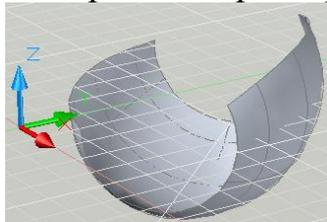

Рис. 11.19 Обертання дуги на кут  $210^\circ$
**11 Команда Вращать**  дозволяє створювати модель обертанням фігури навколо вісі (рис.11.19). Спочатку креслять двумірну фігуру ( у нас це буде дуга), далі активізують команду **Вращать** і обирають необхідні об'єкти. Закінчують вибір натисканням клавіши **Enter**. Далі вказують дві точки висі обер-